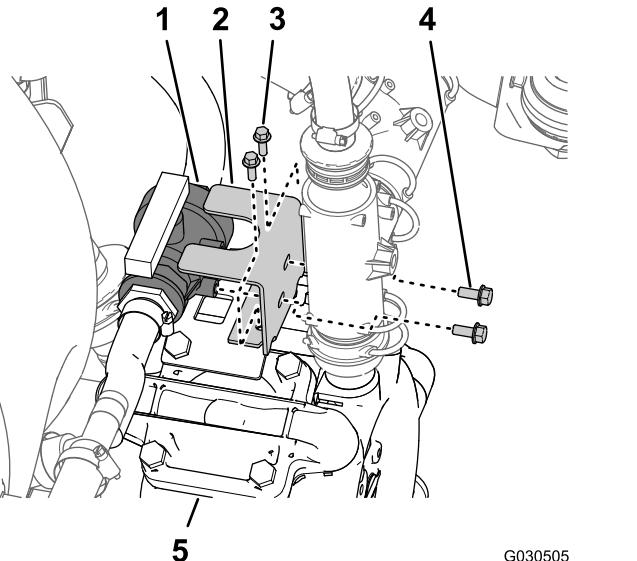

Figura 67
5. En la parte superior de la bomba del fumigador, retire los 2 pernos con arandela prensada (5/16" x 3/4") que sujetan la válvula de bola al soporte de la válvula (Figura 67).
6. Retire los 2 pernos con arandela prensada (1/4" x 3/4") que sujetan el soporte de la válvula al soporte de montaje en la parte superior de la bomba (Figura 67).